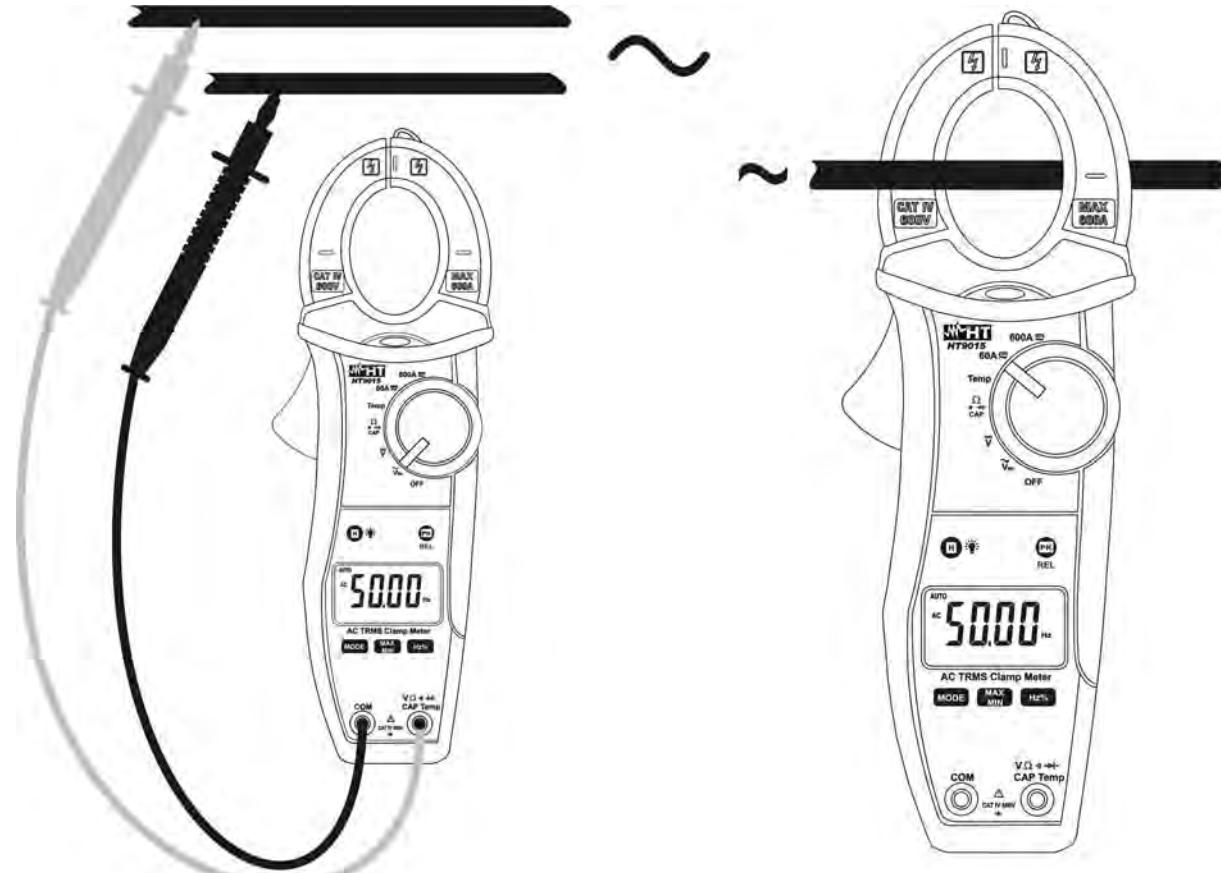

Abb. 11 Messung von Frequenz und Tastverhältnis
- Verbinden Sie die Meßleitungen mit den Eingangsbuchsen. Die rote Messleitung mit der Buchse **VΩ** → **CAPHz%Temp** und die schwarze Messleitungsbuchse mit der **COM** Eingangsbuchse (siehe Abb.11 – linkes Bild) für Frequenzmessung über die Messleitungen. Öffnen Sie die Zange und setzen Sie den zu messenden Leiter ins Zentrum der Zangenöffnung (siehe Abb. 11 rechte Seite), der gemessene Frequenzwert wird nun angezeigt. Der Bargraph ist deaktiviert in der Funktion Frequenz und Tastverhältnis.